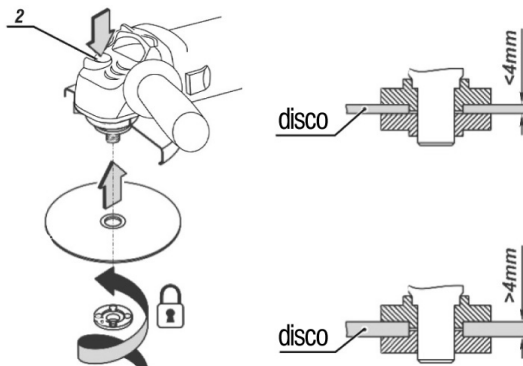

Fig. 5 – Montaje del disco en la máquina
4. Coloque la tuerca, para discos con espesura inferior a 4 mm coloque la prominencia de la arandela para el lado externo y para discos con espesura superior a 4 mm coloque la prominencia orientada hacia dentro (lado del disco), Fig. 5;